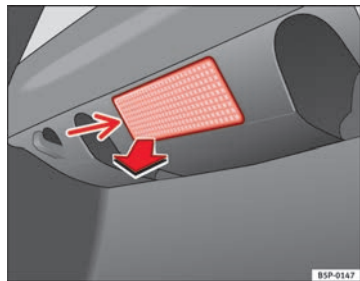

Fig. 156 Éclairage du coffre à bagages
- Retirez la tulipe en faisant pression sur le rebord de la partie intérieure de celle-ci -flèche- à l'aide d'un tournevis plat ⇒ fig. 156.